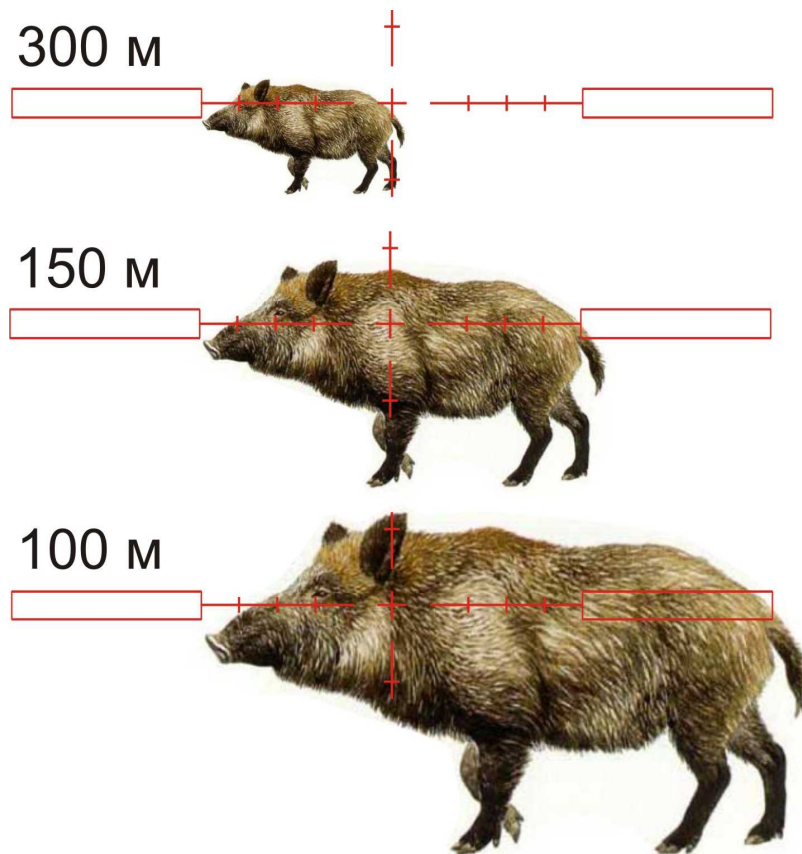

Рис.4
- 2) поместите перекрестье прицела так, чтобы одна сторона цели оказалась на риске Mil Dot (см. пример на рис. 4),
На рис. 4 представлен пример оценки расстояния для прибора «Dedal-460» до кабана (трофейной длины 1.5 м) по сетке Mil Dot (5, 10 и 15 делений соответственно).